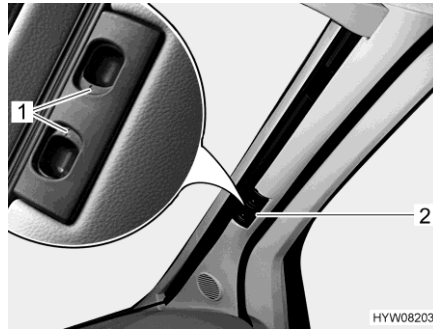

Bild 37 Plisségardin för vindrutan
- Skjut de två hälfterna av plisségardinerna för vindrutan utåt så långt det går, ta tag i handtaget (Bild 37,2). Rör handtaget vågrätt i riktning mot låsspåret.
- Låt låshandtagen (Bild 37,1) haka fast.